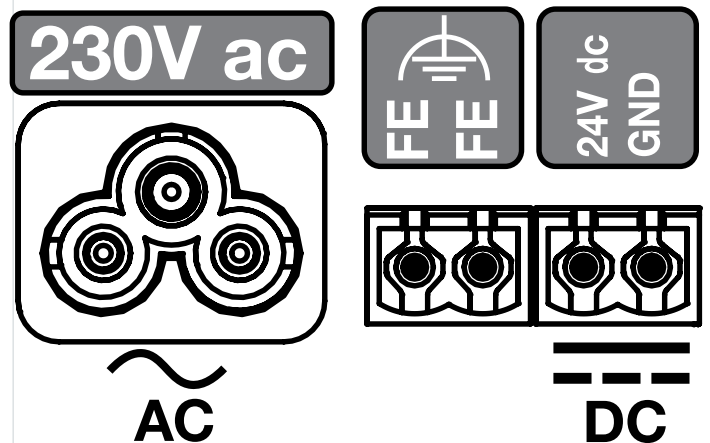
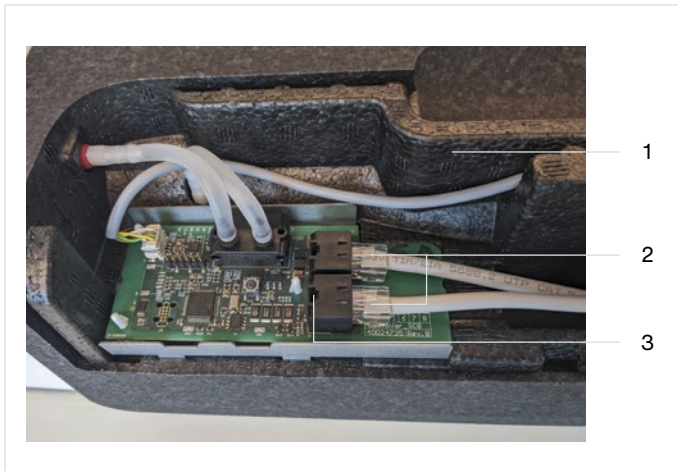
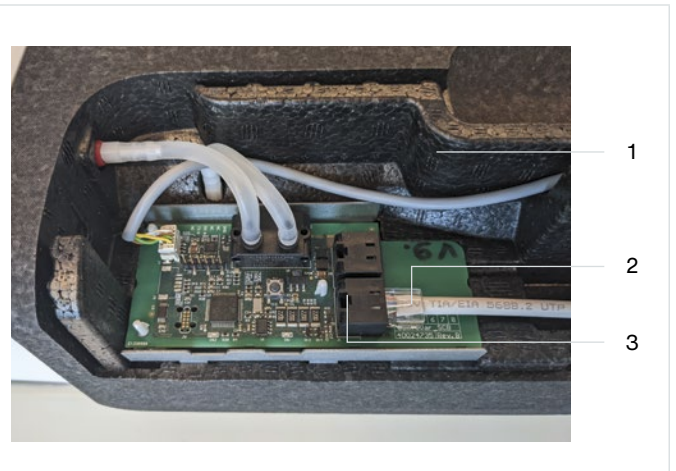

Fig. 5.8 - Aansluitingen CM
Fig. 5.9 – RJ45-aansluitingen VM-PCB
Fig. 5.10 – RJ45-aansluitingen VM-PCB
1. Bevestig de connector van één 230 V AC-voedingskabel (Fig. 5.8, pos. 13) of één 24 V DC SELV-voedingskabel (Fig. 5.8, pos. 11).
2. Bevestig het ene einde van de ComfoNet-RJ45-kabel op de RJ45-aansluiting (Fig. 5.8, pos. 10) van de CM. Bevestig het andere einde van deze ComfoNet-RJ45-kabel aan een ComfoNet-RJ45-aansluiting (Fig. 5.10, pos. 3) van de eerste VM (Fig. 5.9, pos. 1).
3. Bevestig een tweede ComfoNet-RJ45-kabel op een vrije ComfoNet-RJ45-aansluiting (Fig. 5.10, pos. 3) op de eerste VM en op een vrije ComfoNet-RJ45-aansluiting (Fig. 5.10, pos. 3) op de tweede VM (Fig. 5.10, pos. 1).
2. Verbind de interne Modbus (Fig. 5.8, pos. 10) met de interne Modbus (Fig. 5.8, pos. 10) van de eerstvolgende CM in de serie.
2. Verbind de interne Modbus (Fig. 5.8, pos. 10) met de interne Modbus (Fig. 5.8, pos. 10) van de eerstvolgende CM-connect in de serie.